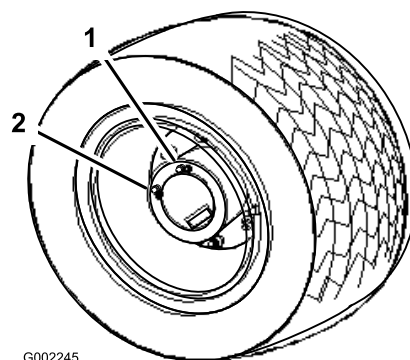

図 50
5. 今度は点検/ドレンプラグが 図 50の位置（補給位置）にくるように駐車する。